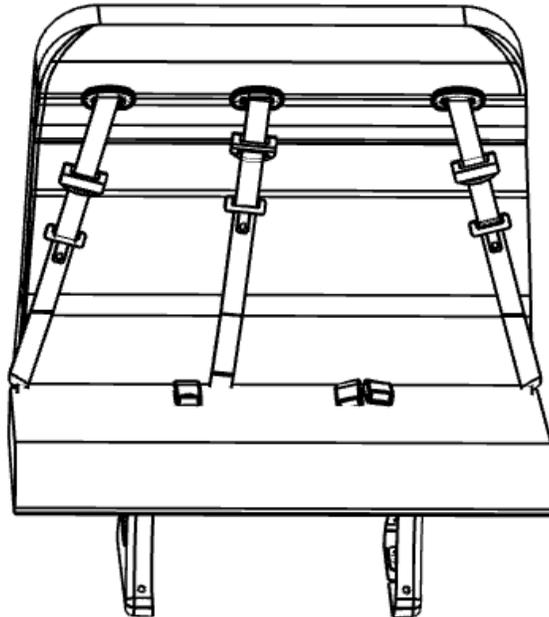

Figure 6 - Banquette de passager avec ceinture de sécurité (s'il en est équipé)
12. Localisez les ceintures de sécurité des passagers (s'il en est équipé) sur les sièges (Figure 6).